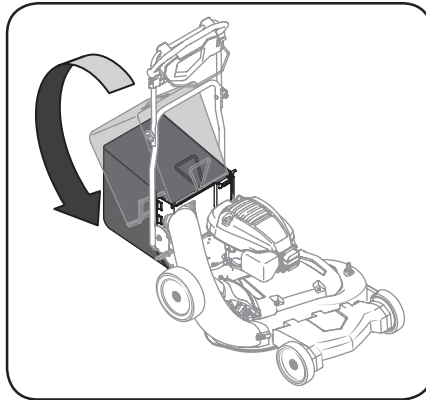

Figure 2-8
- d. Faites pivoter le sac à herbe vers le bas, sur l'ouverture arrière de la tondeuse. Voir Figure 2-8. Abaissez le couvercle d'éjection afin qu'il repose sur le sac à herbe.